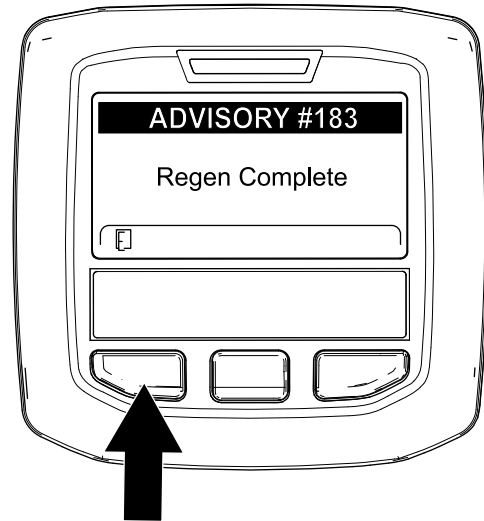

Figure 58
9. Quand le calculateur moteur achève une régénération en stationnement ou une régénération d'urgence, l'InfoCenter affiche la MISE EN GARDE N° 183 (Figure 58). Appuyez sur le bouton gauche pour revenir à l'écran d'accueil.